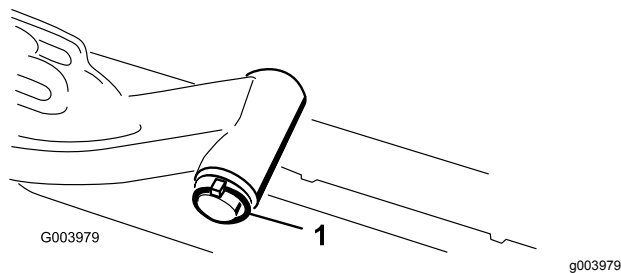

Figure 9
- A. Retirez la goupille à anneau et la rondelle qui fixent l'axe de pivot du bras de levage au bras de levage, et sortez l'axe de pivot du bras (Figure 9).
C. Insérez l'axe du bras de levage dans le bras et fixez-le à l'aide de la rondelle et de la goupille à anneau (Figure 9).